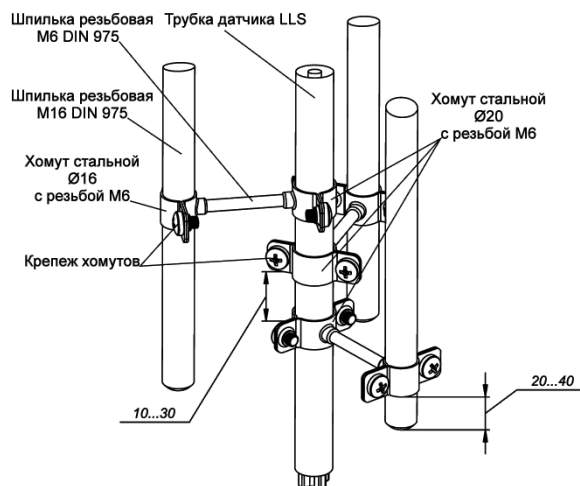

Рисунок 60
9. Собрать стальные хомуты согласно рисунку (Рисунок 60).